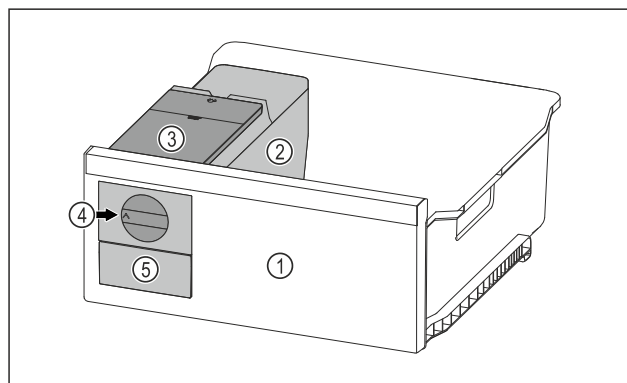

Fig. 128 Príklad zobrazenia
- ▶ Otočný gombík Fig. 128 (4) otočte v smere hodinových ručičiek až na doraz.
- ▶ Kocky ľadu vypadávajú z misky na kocky ľadu do zásuvky na kocky ľadu Fig. 128 (5).